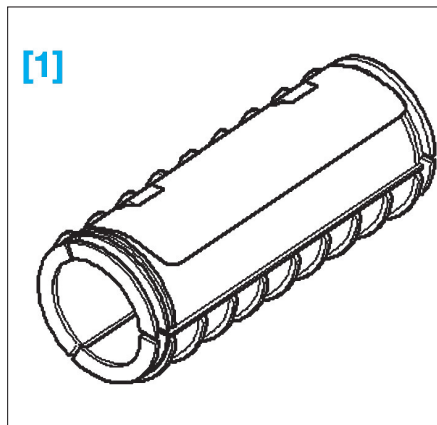

FIG. 93
- [1]. Manchon de maintien du tube avant d'échappement ref. T10403 (Fig.93).